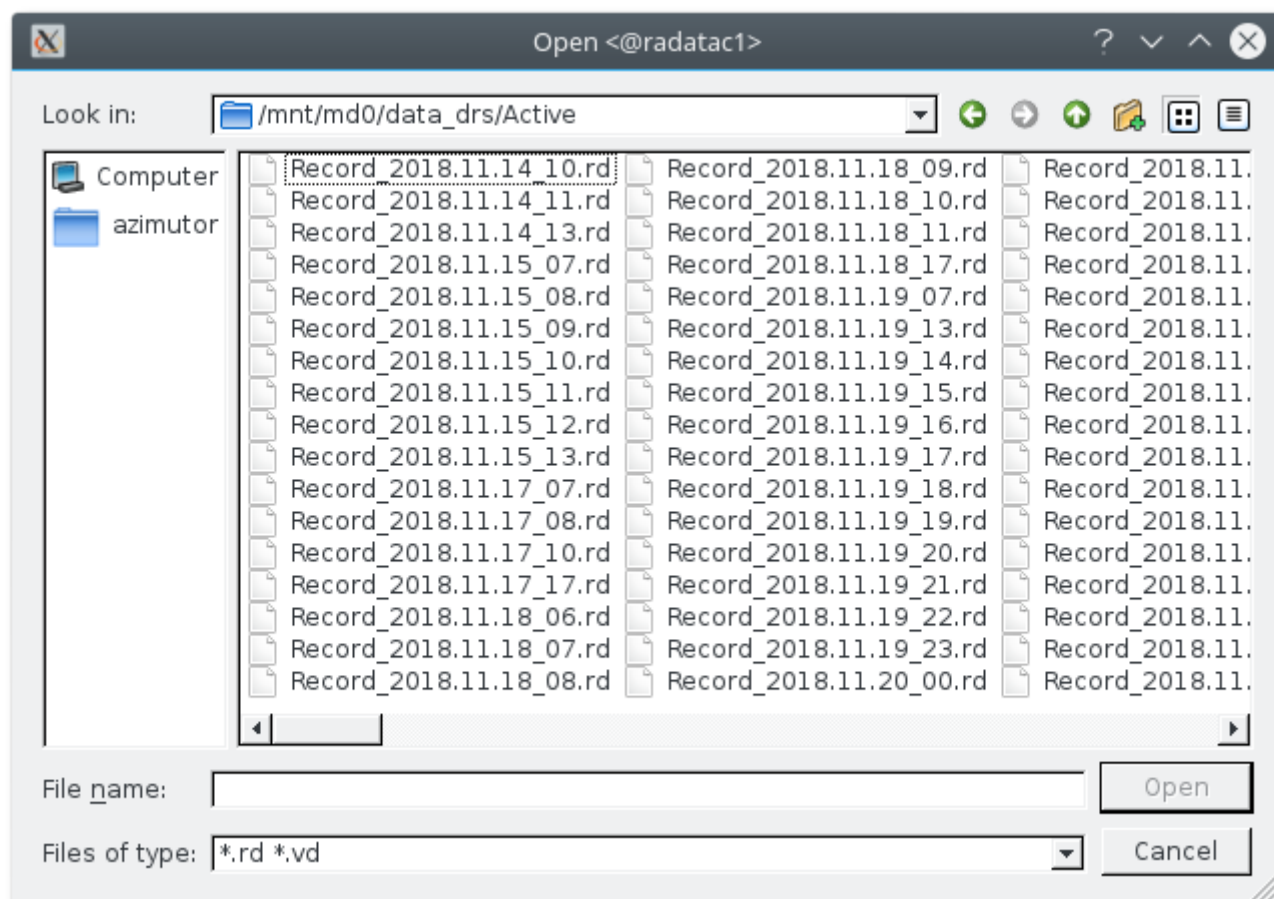

Рисунок 21. Вид окна выбора файла архива
4.6.2 Откроется окно выбора файла архива (рисунок 21).